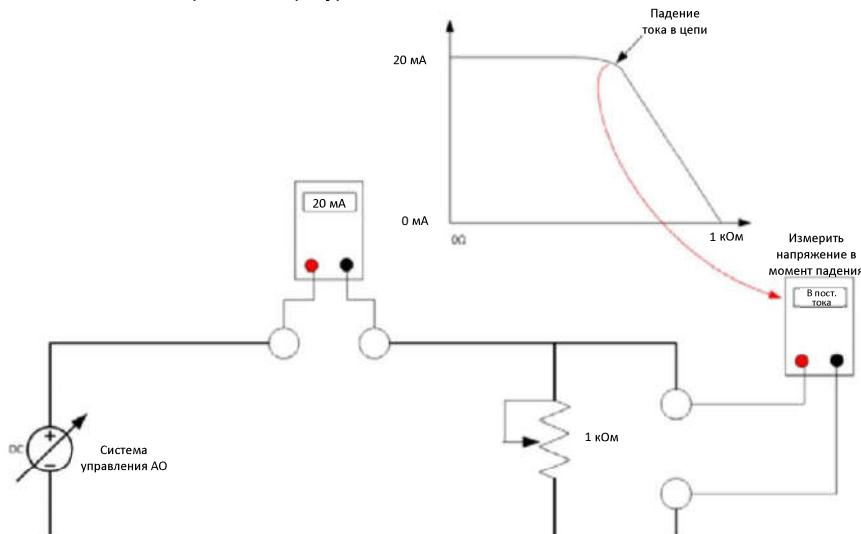

Рис. 38. Проведение испытания соответствия диапазона напряжений
1. Настроить конфигурацию для испытания как показано на Рис. 38.